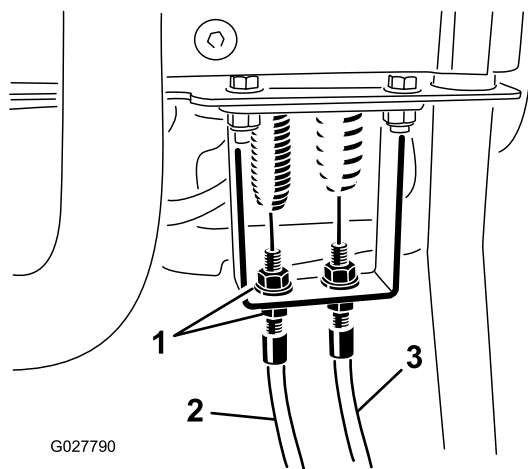

Figure 50
3. Au niveau de la traversée du panneau de commande, desserrez le câble de commande du cylindre pour détendre le câble (Figure 50).